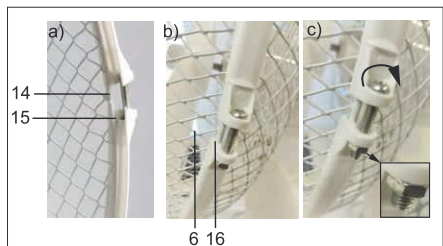

Fig.41: Montaggio griglia di protezione anteriore
9. Riunire il nastro di fissaggio (7) alle estremità.
10. Inserire la vite a croce con testa bombata (8 a) attraverso i due occhielli (15) e fissarla con il dado (8 b).
11. Avvitare l'anello risultante sul bordo della griglia di protezione posteriore (14). *Il bordo della griglia di protezione deve trovarsi nella scanalatura posteriore (15) del nastro di fissaggio. Vedere Fig. 41 a).*
12. Inserire la griglia di protezione anteriore (6) nella scanalatura anteriore (16) del nastro di fissaggio. Vedere Fig. 41 b).
13. Avvitare ulteriormente in senso orario la vite con testa a croce utilizzando un cacciavite apposito. Vedere Fig. 41 c).